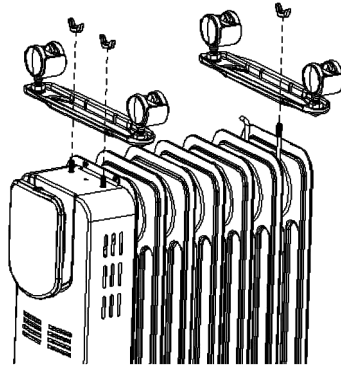

Figure 2 Schéma d'installation de la planche de roulette
Figure 2 caster plate installation diagram
- (1) Le radiateur à l'envers, montez la planche de roulettes en position, avec des écrous à oreilles et une fixation par vis en U, comme le montre la figure 2;
- (2) Enfin, remettez le radiateur dans la bonne position.